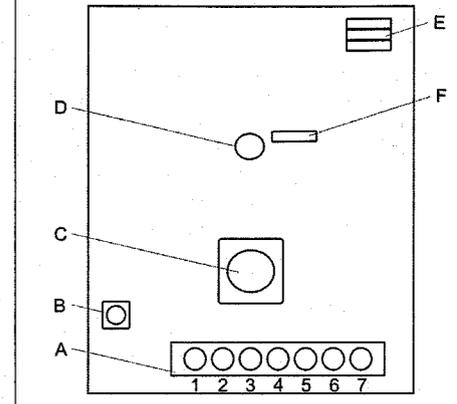

Fig. 2
8. Collegare i fili ai morsetti (Fig.2).
8. Verbind de draden met de aansluiting (Fig. 2).
8. Forbind trådene med tilslutningsterminalerne (Fig. 2).